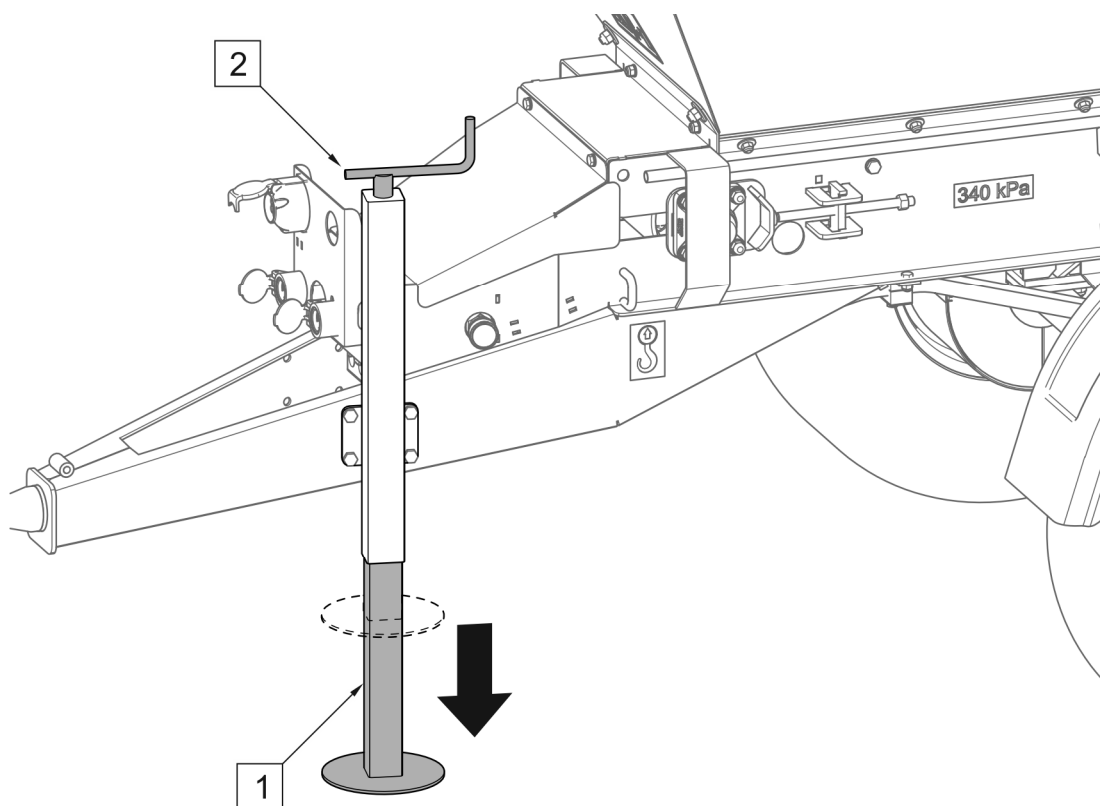

РИСУНОК 4.13 Паркувальні опори
- За допомогою ручки (2) витягніть опору (1) до тих пір, поки проушина дишла не буде спиратися на нижні елементи зчипки носія (РИСУНОК 4.13)